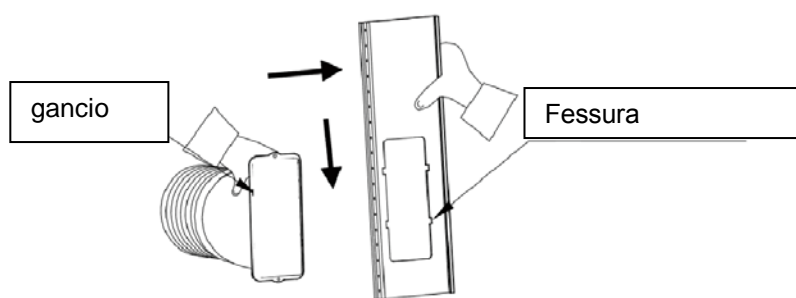
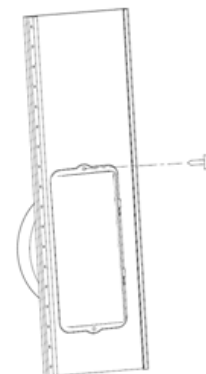

Figura 10
Figura 11
- Allinea le 4 chiusure sulla finestra a lamella con le sue corrispondenti 4 cerniere sull'adattatore del tubo di scarico e mettile insieme, poi fai scorrere l'adattatore verso il basso. (Figura 10 e Figura 11)
- Tappo di auto chiusura 4mm nel vano adattatore. (Figura 11)